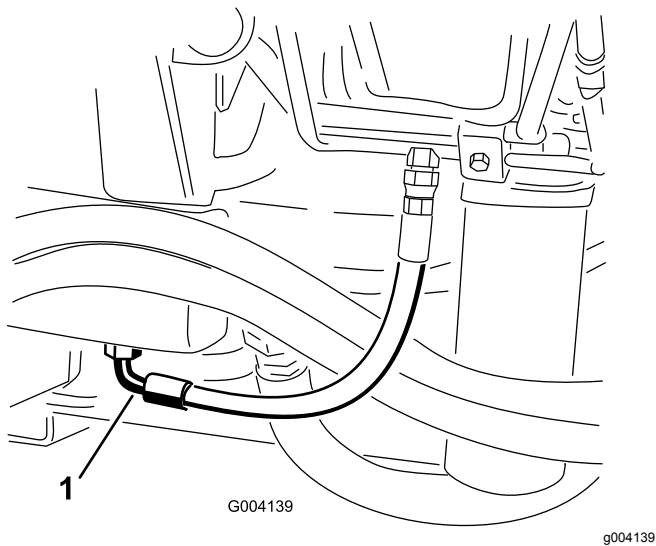

Figure 79
2. Placez un grand bac de vidange sous le raccord monté au bas du réservoir de liquide hydraulique (Figure 79).